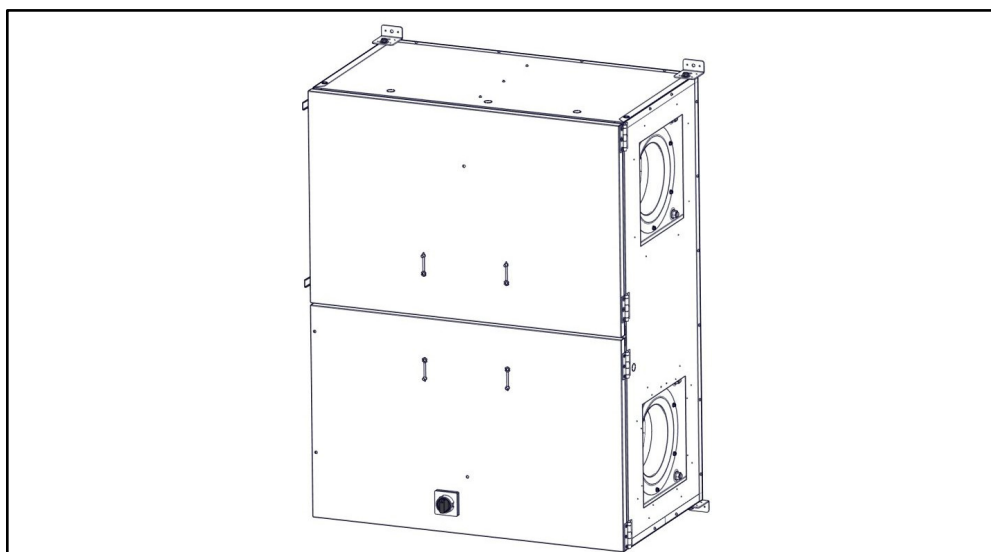

FIGURE 5.3.1 KIT DE SUPPORT DE SUSPENSION
Le HE07IN/HE10IN peut également être monté sur des éléments structuraux à l'aide du kit de support de suspension, disponible en tant qu'accessoire. Retirez les quatre pieds réglables et utilisez les boulons et rondelles 3/8"-16 inclus pour fixer les supports de suspension à l'unité, comme illustré à la Figure 5.3.1. Les supports de suspension peuvent être fixés directement à un élément structural ou utilisés en combinaison avec une tige filetée et les isolateurs de vibrations suspendus (voir section 5.3.4). Si l'espacement des points de fixation de l'appareil ne convient pas à l'application, les supports de suspension peuvent également être fixés directement à l'armoire à l'aide de (16) vis à tôle autotaraudeuses n°12 x 3/4" de long (non fournies). Veillez à ce que l'appareil soit correctement soutenu aux quatre coins et à ce que l'emplacement des supports respecte les distances de sécurité requises.